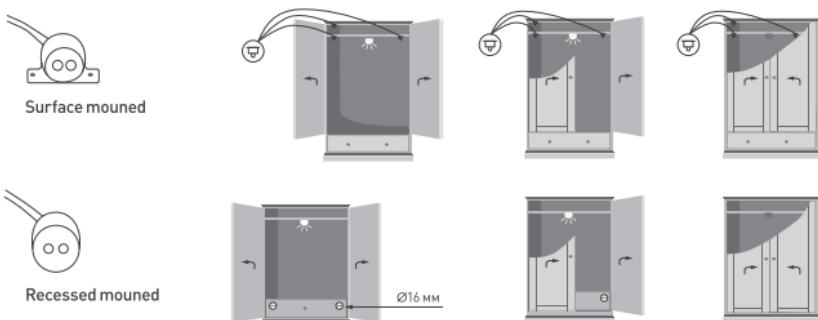

Рисунок 2. Установка ИК-датчика DOOR/HAND
- ↗ Датчик DOOR должен быть смонтирован т. о., чтобы дверь в закрытом положении находилась на расстоянии 0,5–10 см от лицевой стороны датчика (рис. 2). Свет будет включаться, когда любой из 3 датчиков будет открыт и выключаться при закрывании всех 3 датчиков. Для лучшего отражения ИК-сигнала от черных поверхностей наклейте на дверь небольшой отражающий элемент.